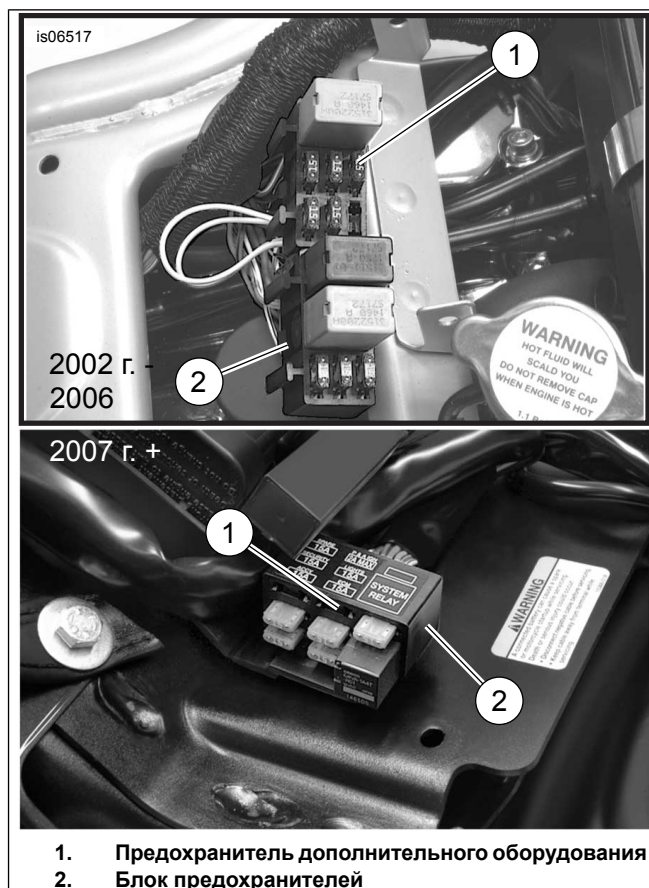

Рисунок 15. Места расположения предохранителя дополнительного оборудования (модели V-Rod)
1. См. Рисунок 15. Аккуратно приоткройте область главного жгута проводов около блока предохранителей (2) в точке доступа и обрежьте оранжево-белый жгут проводов, ведущий к полости предохранителя (1), отмеченной следующим образом: